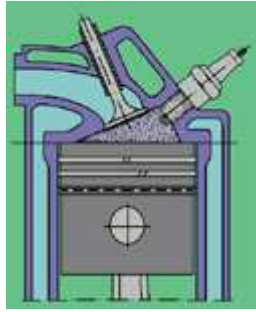

Fig. 3
- **Cámara de bañera (fig. 2) y en cuña (fig. 3)**